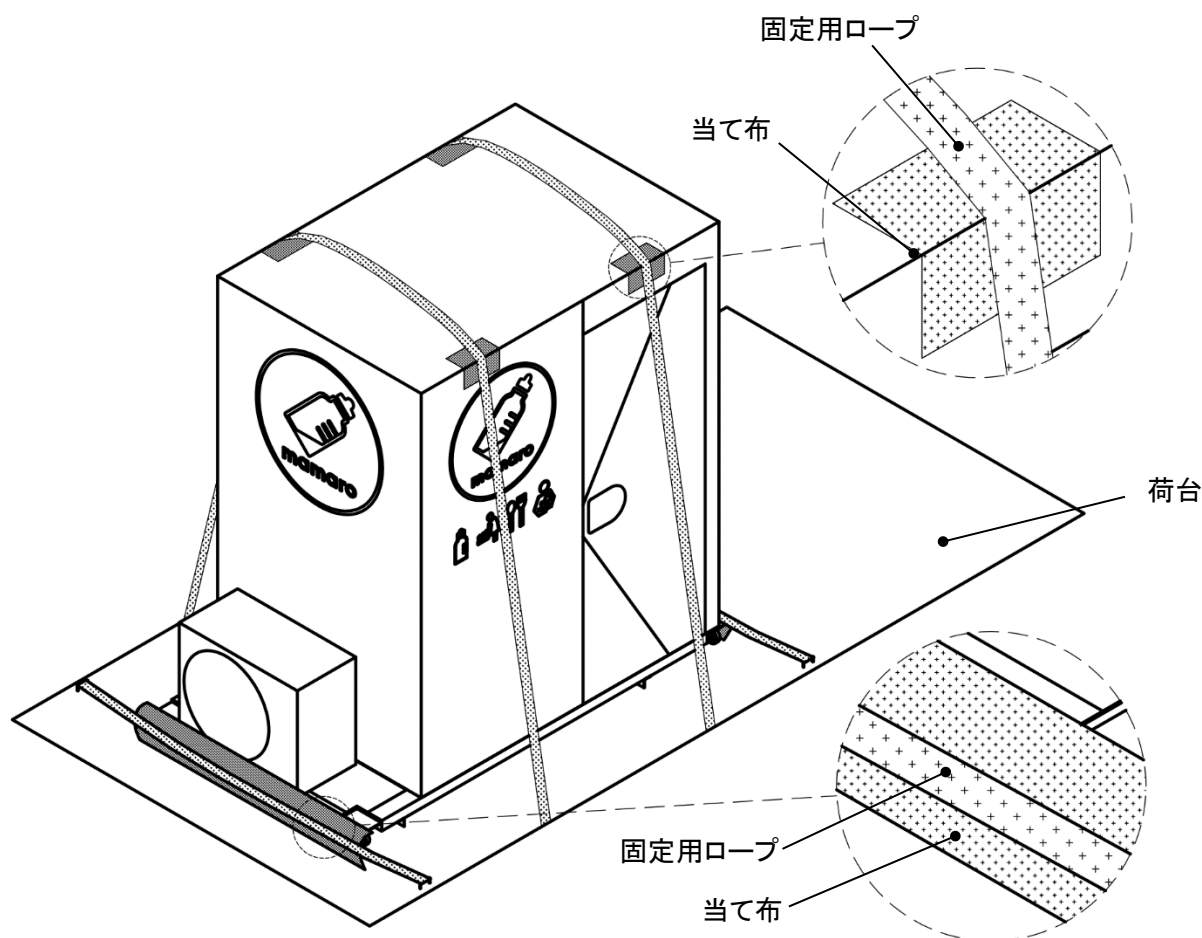

Fig. 3-1 車両への固定方法
-  ユニートをトラックの荷台に固定してください。その際、キャスターのロックを必ず行い、Fig. 3-1 のように屋根へロープ等をかけて固定してください。
- ① ユニットのキャスターをロックしてください。ロック付きのキャスターは後面側 2ヶ所になりますので両方ロックしてください。
- ② 周囲の安全を確認し、フォークリフト、クレーンを使用し、トラックの荷台にユニットを積載してください。フォークリフト、クレーンの使用は「2.使用上の注意」を厳守し、後述する「II フォークリフトのご使用について」および「III クレーンのご使用について」に従ってください。
- ③ 荷台に積載したら Fig. 3-1 のように屋根および架台の左右をロープ等で荷台に固定してください。このとき、ロープとユニットがかかる位置に当て布をするようにしてください。